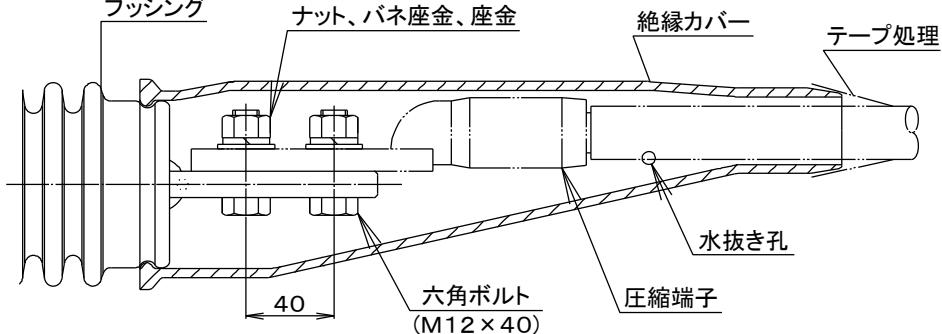

図 11
- ①電源側、負荷側を逆に接続しますと、自構内の地絡事故で動作せず他需要家の地絡事故で不必要動作を起こします。
- ②圧縮端子が接続できるスタッド方式で、孔数および寸法は図 11 のとおりです。六角ボルト・ナット・バネ座金・座金および端子カバーを付属しています。
- ③なお、圧縮端子 6 個はお客様でご用意ください。
- ④端子カバーは水抜き孔が下方となるように装着してください。